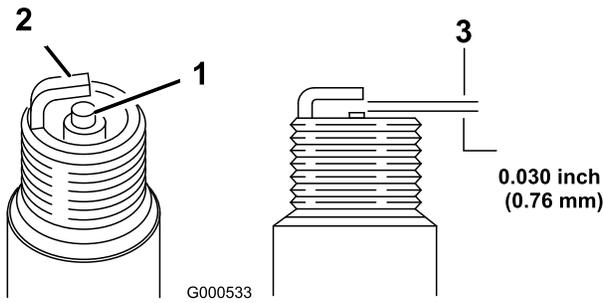

図 30
1. 中央の電極部 (図 30) を観察する。
2. すきまゲージでエアギャップの点検を行い、隙間の大きさが適切でなければ側面の電極を注意深く曲げて調整する (図 30)。